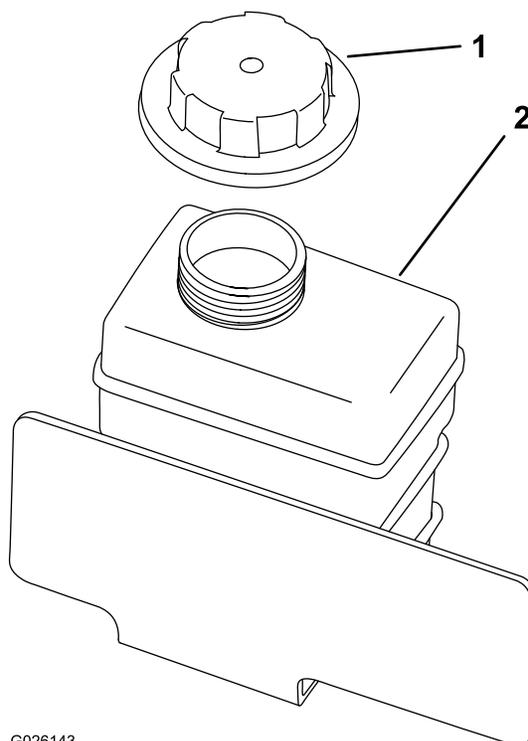

Figura 61
4. Retire o tampão do depósito secundário (Figura 61).